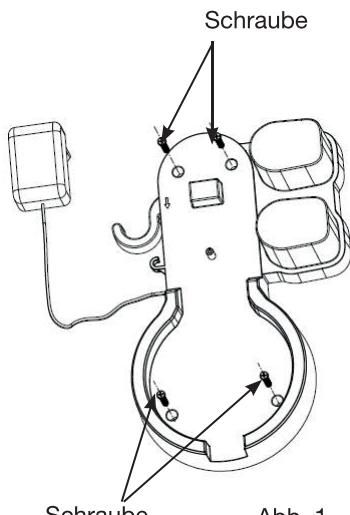

Abb. 1
1. Halten Sie die Halterung an der gewünschten Stelle in der Nähe einer Steckdose an die Wand (Abb. 1). Achten Sie darauf, dass die Höhe der Halterung mit der Höhe des Staubsaugers übereinstimmt.